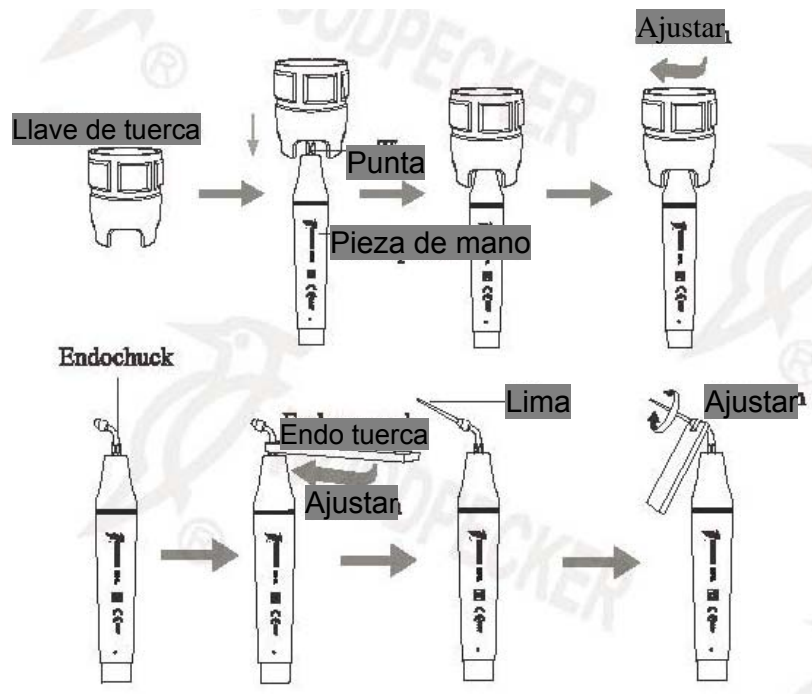

Figura 5
e) Esquema para la forma de instalar el endochuck con la llave de tuerca son mostrados en la figura 5.
2.1.3 Instrucciones de la llave de ajuste (mostrada en la figura 5)
1. Introduce la punta de destartraje dentro de la llave de ajuste; opera como es mostrada en la figura 5.
2. Instalación de la punta: Sostener la pieza de mano, girar la punta en la dirección como se muestra en la figura 5 con la llave de ajuste. Gira 2 vueltas más cuando la punta se detenga, entonces la punta estará instalada.
La punta esta floja	Ajusta la punta a la pieza de mano (figura 5).